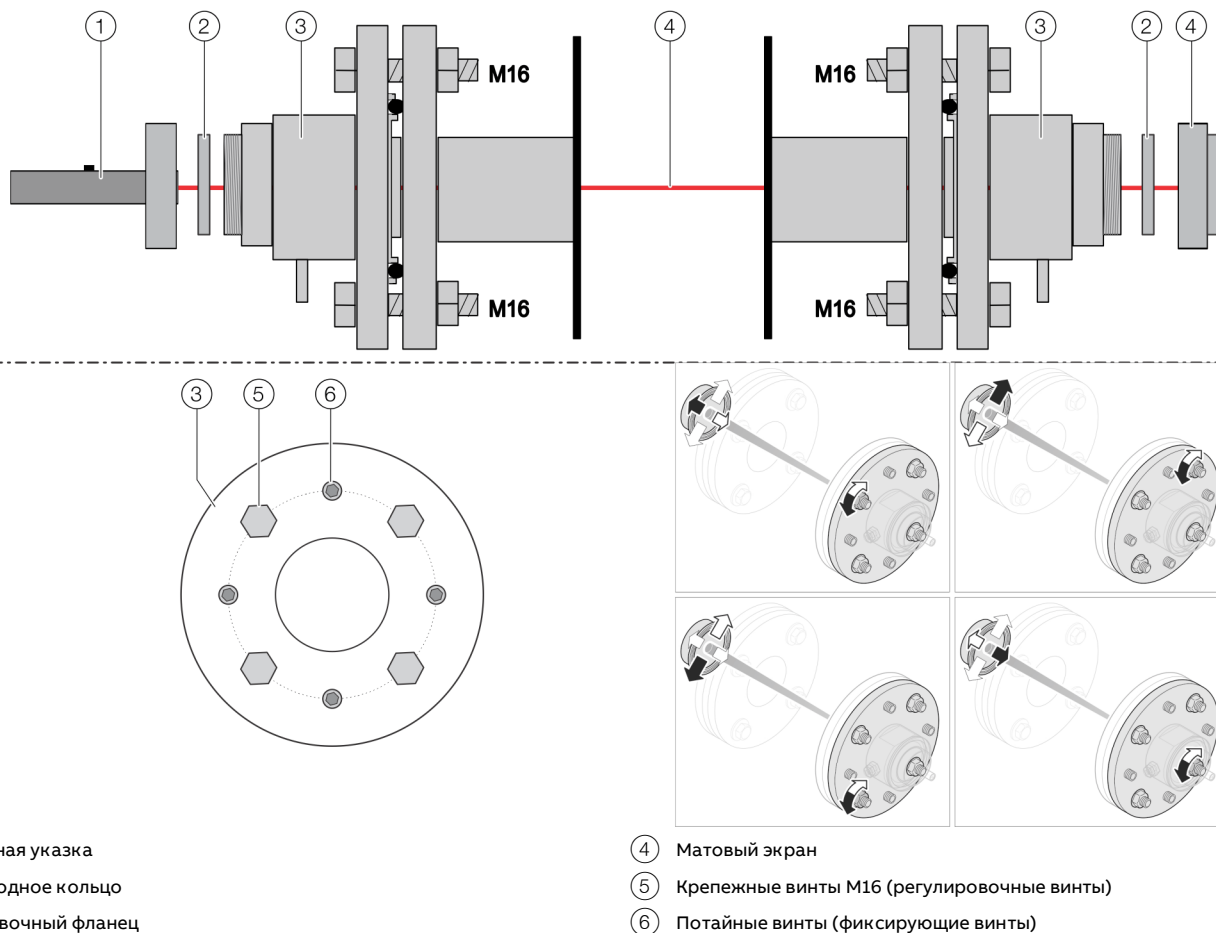

Рисунок 32. Установка лазерного юстировочного приспособления и выравнивание фланцев
2. Снимите переходное кольцо (поз. ② на Рисунок 32) с продувочного фланца.
1. Выкрутите потайные винты (поз. ⑥ на **Рисунок 32**) назад настолько, чтобы их кончики больше не выступали из отверстий.
3. Выравнивайте продувочные фланцы, регулируя 4 винта (поз. ⑤ на **Рисунок 32**) до тех пор, пока лазерный луч не попадет в центр матового экрана.
2. Выкрутите потайные винты (поз. ⑥ на **Рисунок 32**) назад настолько, чтобы их кончики больше не выступали из отверстий.
3. Осторожно установите индикацию вольтметра на максимум с помощью регулировочных винтов на стороне приемника (поз. ⑤ на **Рисунок 32**).
5. Осторожно установите индикацию вольтметра на максимум с помощью регулировочных винтов на стороне приемника (поз. ⑤ на **Рисунок 32**).